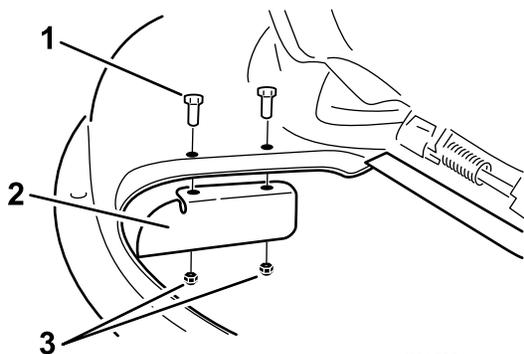

Figura 25
9. Instale o abafador de corte na plataforma do cortador (Figura 25).
3. Retire o abafador de corte da plataforma do cortador (Figura 25).